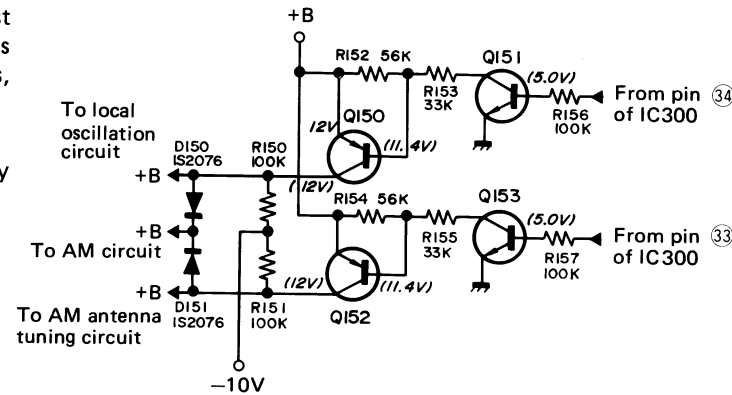

Figure 7-1
(See Fig. 7-1)
1. Regelung der Stromversorgung des UKW-MW-Kreises (Siehe Abbildung 7-1)
(Voir la Fig. 7-1)